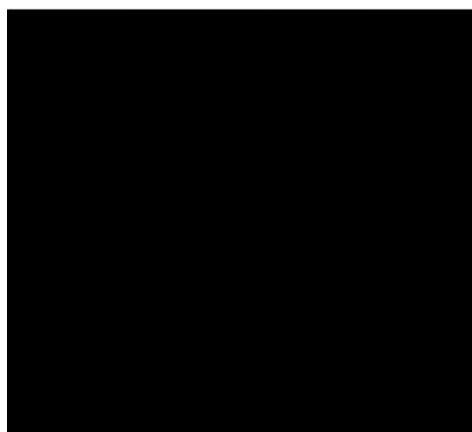

Рис. 5.3. Диалоговое окно **Add New FEO Diagram**
2. В диалоговом окне **Add New FEO Diagram** выберите тип и внесите имя диаграммы **FEO**, как показано на рис. 5.3. Щелкните по кнопке **OK**.